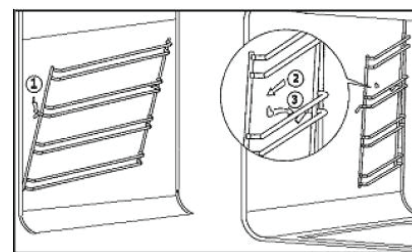

Рис. 11
1. Снимите передний крючок с боковой стенки духовки как показано на Рис. 11.